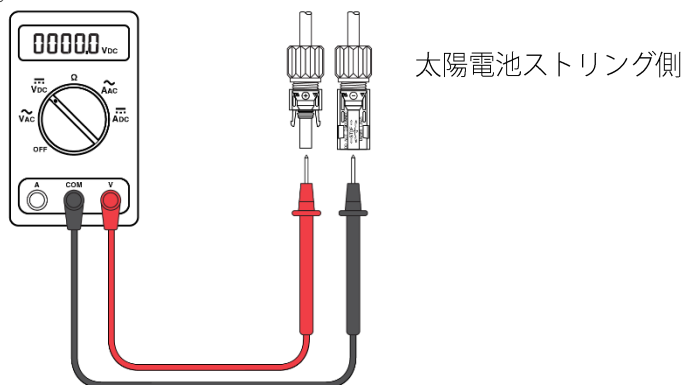

図 11: 入力に接続する太陽電池ストリングの極性を確認
7. 安全手順とプロトコルに従って電圧を測定し、入力Aに接続される太陽電池ストリングの極性を確認してください。図 11 参照。